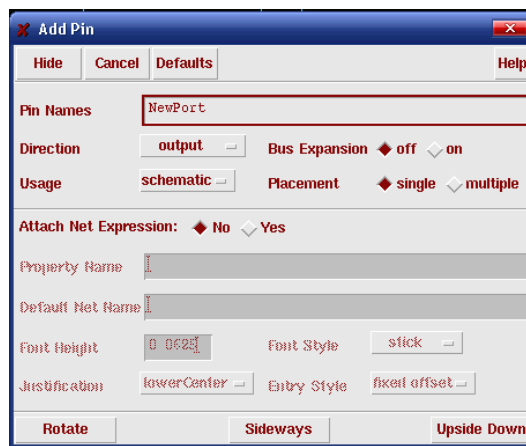

图 1.22 端口的设定
- 调用方法： 快捷键： p 表示 pin； 菜单： Add→Pin； 按钮： 调用该命令后，将显示如图 1.22 所示的对话框。根据对话框中的提示，可以选择端口的名称、类型、是否总线、用途、放置方法。